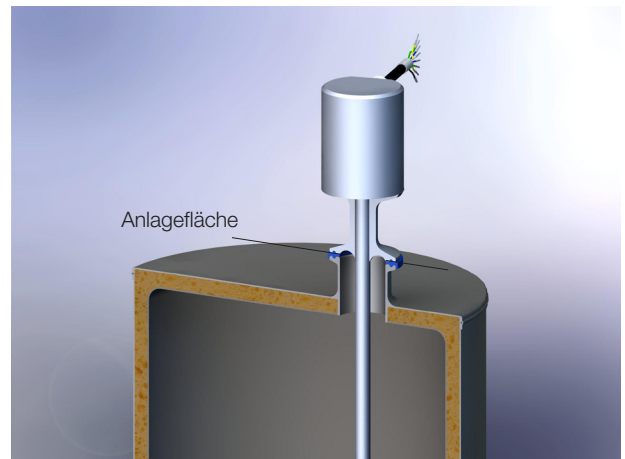

Bild 4-5: Einbau des BTL
2. Den Wegaufnehmer auf die Aufnahme­fläche setzen, so dass er vollständig an dieser anliegt und die Dichtung die Einbauöffnung perfekt abdichtet (siehe Bild 4-5).